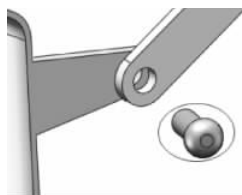

图 3-25 插入销钉
(7) 插入零件【销钉】,放置到连杆和缸体连接的通孔附近,如图 3-25 所示。